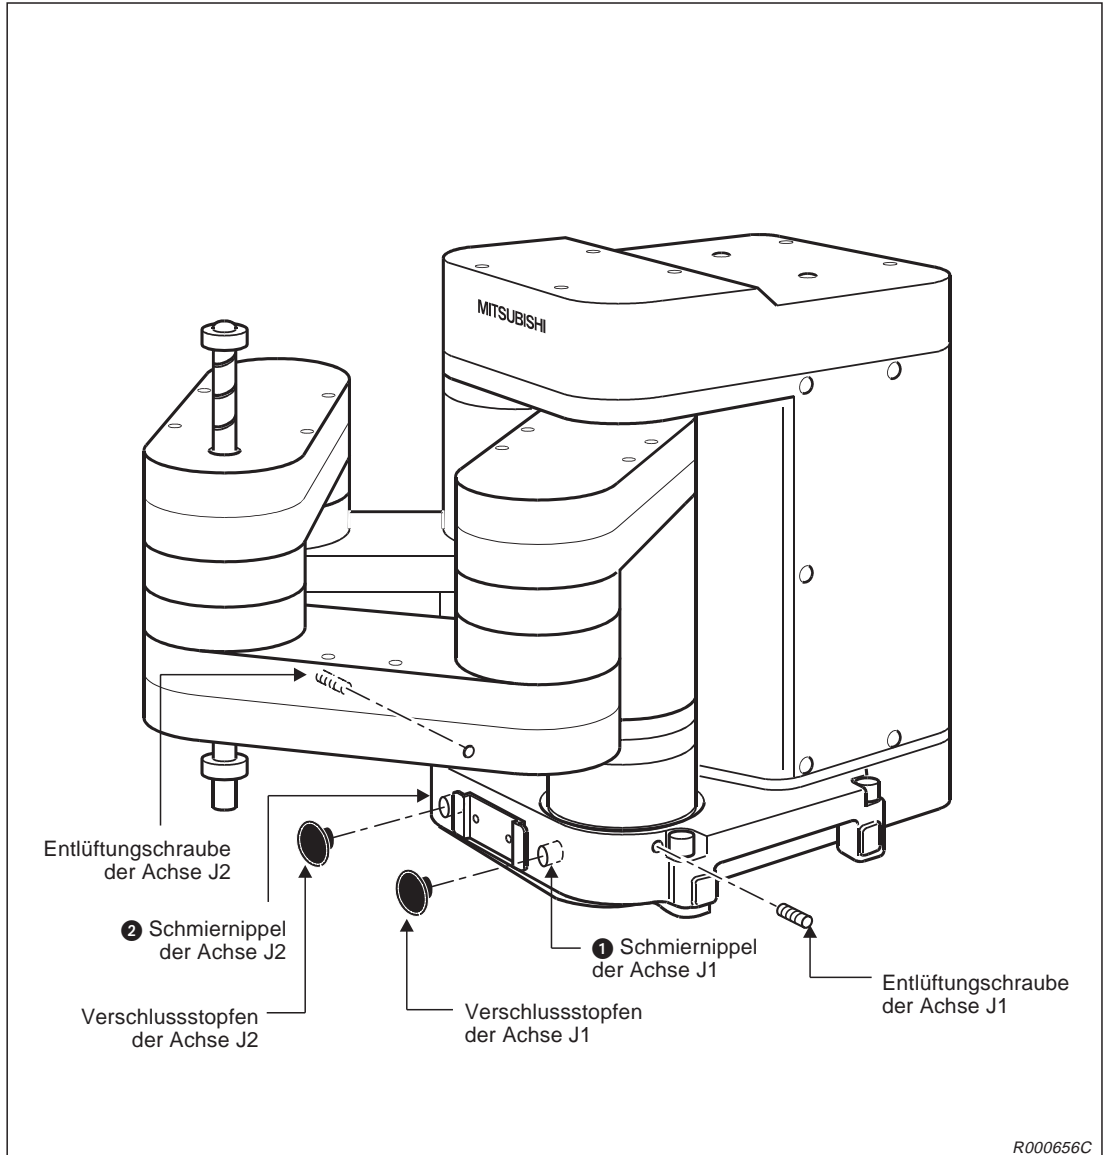

Abb. 5-9: Übersicht der Schmierstellen
In Abb. 5-9 wird die Lage der einzelnen Schmiernippel gezeigt. Die folgende Tabelle enthält alle Angaben zu Menge, Typ und Ort des Schmiermitteleinsatzes.
Die Nummern in der Tabelle entsprechen den Schmierpunkten in Abb. 5-9.
- ① Fahren Sie den Roboterarm in eine Stellung, wie sie in Abb. 5-9 gezeigt ist. Achten Sie darauf, dass die Kugelumlaufspindel sich nicht in der Nähe der Schmiernippel befindet.
- ② Entfernen Sie den Verschlussstopfen (siehe Abb. 5-9).
- ③ Entfernen Sie die Entlüftungsschraube.
- ④ Pressen Sie das Schmierfett mit einer Schmierfettpumpe in die entsprechenden Nippel (Schmierfett siehe Tab. 5-6).
- ⑤ Setzen Sie die Entlüftungsschraube wieder ein.
- ⑥ Setzen Sie nach dem Abschmieren wieder den Verschlussstopfen ein.